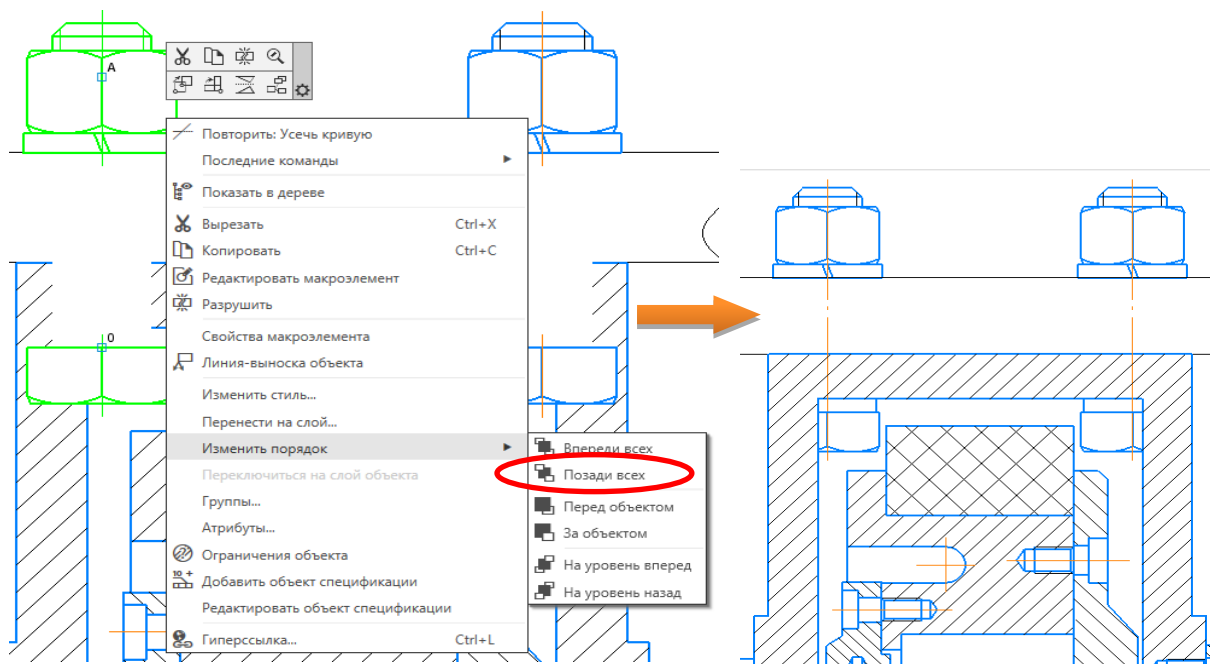

Рис. 4.41. Комплекты болтовых соединений на главном изображении
- Установите болтовые соединения, как показано на рис. 4.41.